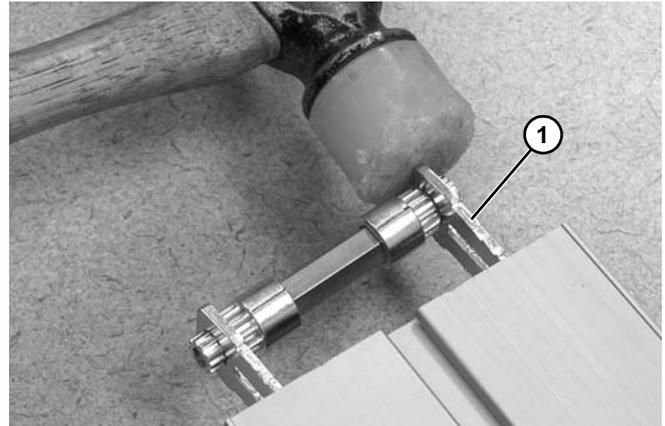
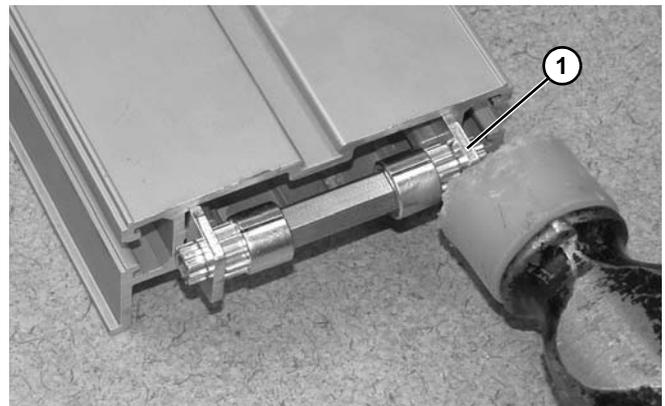

Figure 93
Figure 94
- Taper sur les plaques de retenue (**Figure 93, élément 1**) et (**Figure 94, élément 1**) avec un marteau jusqu'à ce que l'ensemble soit complètement installé.